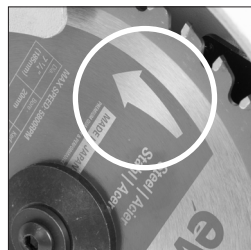

Fig. 5
- Installez la lame sur la bride intérieure et sur l'arbre en vous assurant que la flèche de direction et de rotation de la lame est dans le même sens que celle figurant sur le carter de lame supérieur de la machine. **(Fig.5)**
- Retournez le carter de lame supérieure en position de service, repositionnez et serrez les quatre (4) vis à tête creuse.